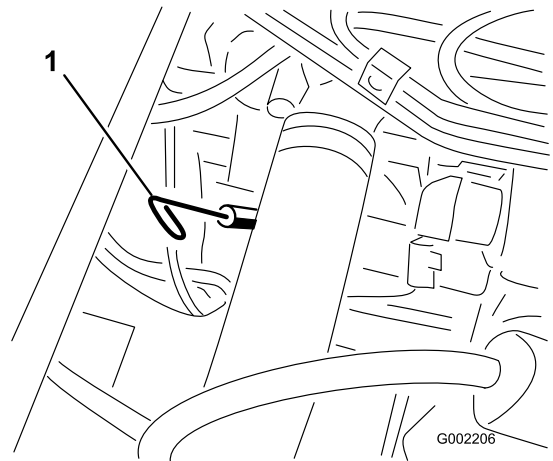

Figura 16
2. Retire la varilla, ubicada debajo del asiento del pasajero, y límpiela con un paño limpio (Figura 16). Introduzca la varilla en el tubo asegurándose de que entre a fondo. Retire la varilla y compruebe el nivel de aceite.